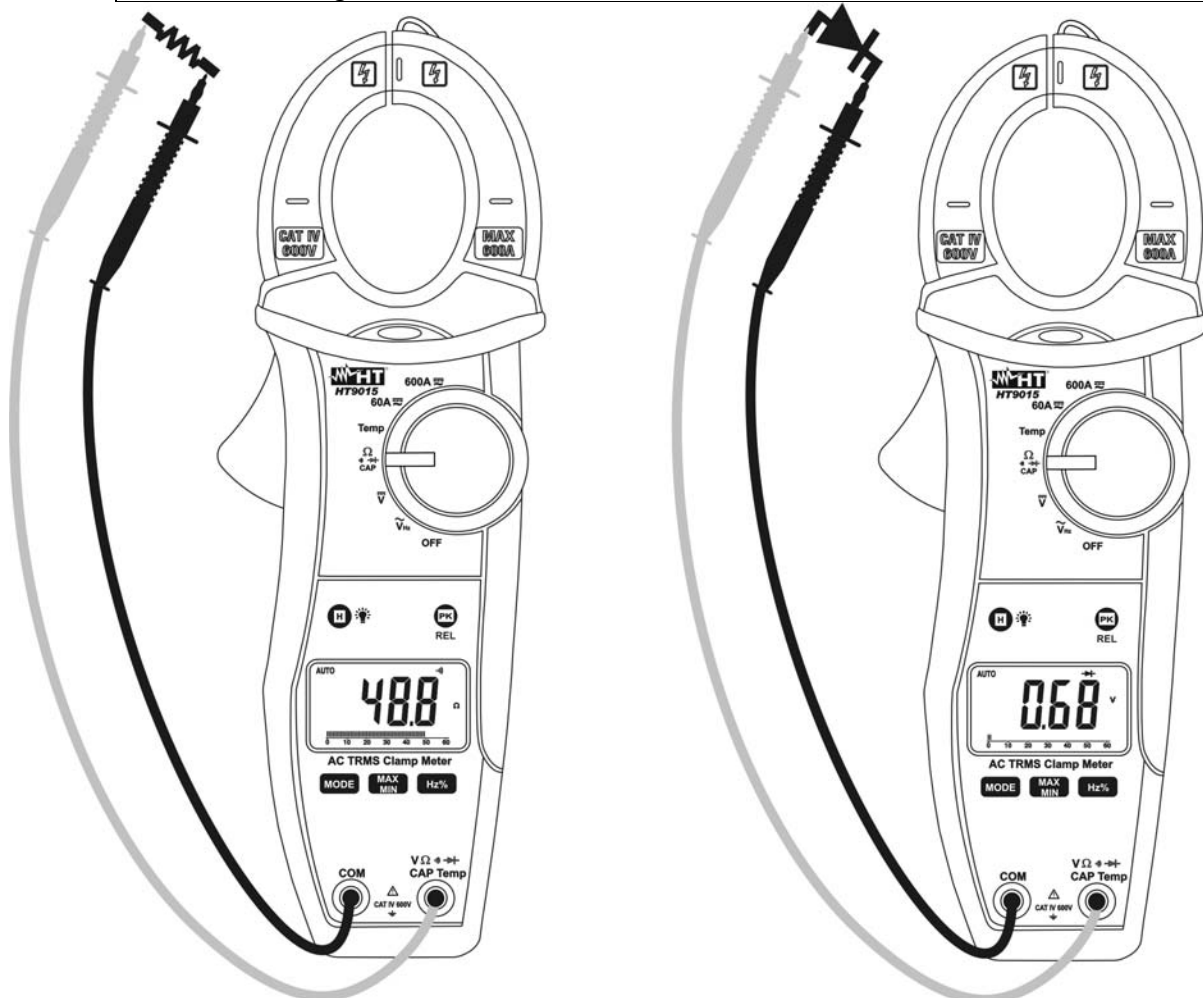

Fig. 6: Uso de la pinza para la Prueba de la Continuidad y Prueba de Diodos
3. Inserte el cable rojo en el terminal de entrada $V\Omega$ \rightarrow CAP Hz% Temp y el cable negro en el terminal de entrada **COM** y efectúe la prueba de continuidad sobre el objeto en prueba (ver Fig. 6 – parte izquierda). El indicador acústico emite una señal cuando el valor de la resistencia medida es inferior a aproximadamente 60Ω .
5. Conecte la punta roja al ánodo del diodo y la punta negra al cátodo en caso de medida de polarización directa (ver Fig. 6 – parte derecha). Invierta la posición de las puntas en caso de medida de polarización inversa.